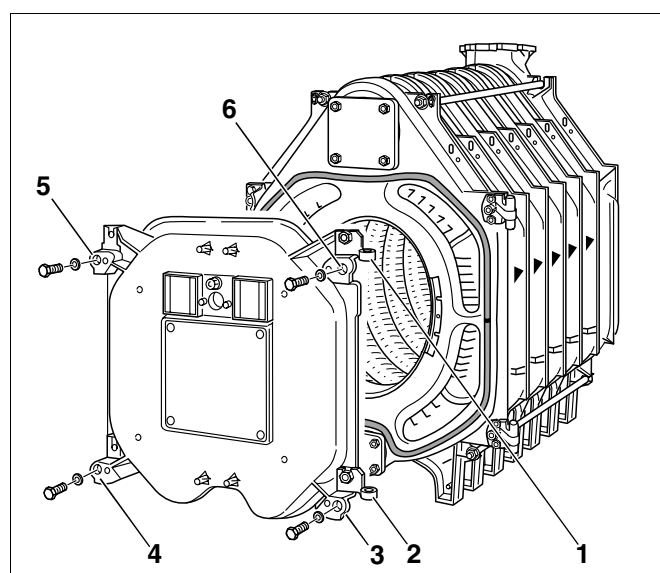

Fig. 32 Montering af brænderdør
Fra fabrikken er de to hængseløjer monteret i højre side af brænderdøren (fig. 32, **pos. 1 og 2**). Hvis døren ønskes monteret venstrehængt, skal hængseløjerne afmonteres i højre side og flyttes over på venstre side af brænderdøren.